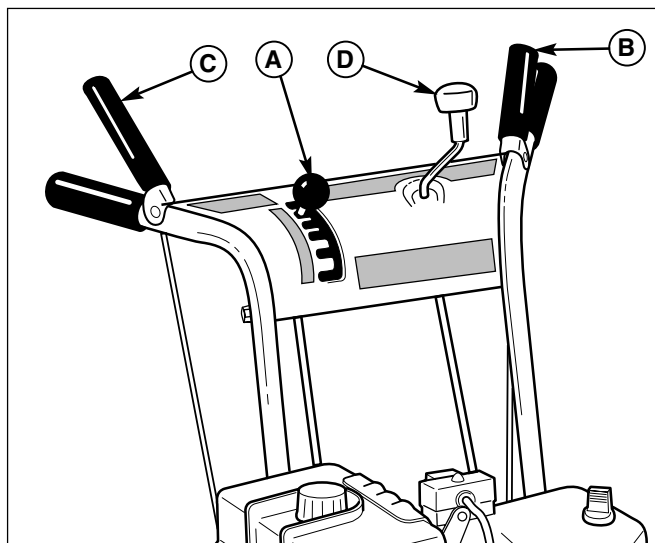

Figure 5. Position des commandes de l'utilisateur
3. Serrer et tenir serré la commande de la vis sans fin (C, Figure 5) sur la poignée de droite pour démarrer la rotation de la vis sans fin. Pour la désengager, relâcher complètement le levier.
4. Serrer et tenir serré le levier de commande de l'entraînement (B, Figure 5) sur la poignée de gauche pour engager la traction et commencer à faire avancer le chasse-neige. Pour le désengager, relâcher complètement le levier. La commande d'entraînement (B) verrouillera la commande de vis sans fin (C) dans la position engagée, si les deux sont engagés en même temps. Le fait de relâcher la commande d'entraînement (B) relâchera la commande de la vis sans fin (C).
5. Sélectionner les vitesses avant ou arrière, suivant les besoins, à l'aide du levier de changement de vitesse (A, Figure 5). Relâchez la commande d'entraînement pour chaque changement de vitesse.
Se servir du levier de changement de vitesse (A, Figure 5) pour contrôler la vitesse au sol du chasse-neige. Il y a 5 vitesses en marche avant et 2 vitesses en marche arrière.
Pour changer de vitesse, relâcher tout d'abord la commande d'entraînement (B, Figure 5), puis déplacer le levier de changement de vitesse sur la vitesse désirée. Pour redémarrer, serrer complètement la commande d'entraînement.